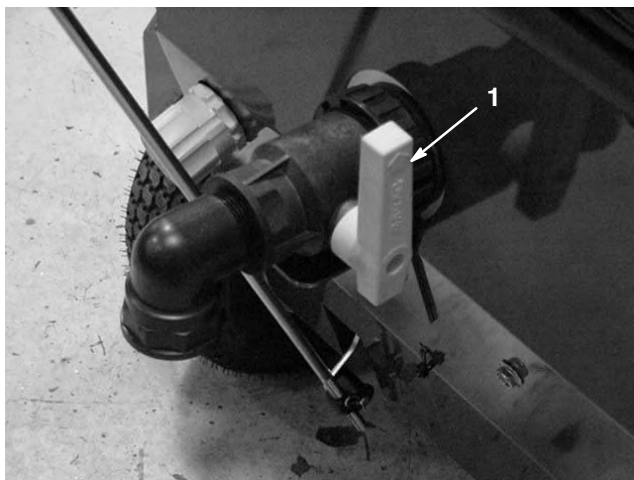

Figure 19
3. Vérifiez que le levier de commande de traçage est en position relâchée et que le robinet de vidange de la cuve (Fig. 19) est fermé.